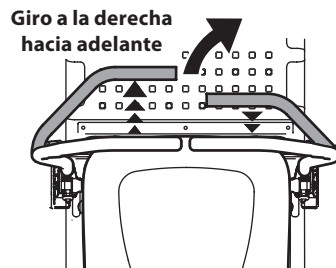

Figura 23
2. Para girar a la derecha, mueva la palanca de control de la transmisión derecha hacia atrás respecto de la palanca izquierda (Figura 23).